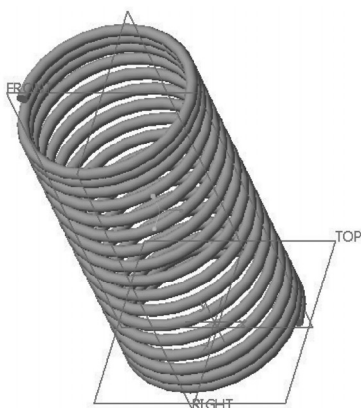

图 4-135 完成可变螺距的螺旋扫描特征(弹簧)
9) 在“螺旋扫描”选项卡中单击 (完成) 按钮，完成的具有可变螺距的螺旋扫描特征如图 4-135 所示(可按 $\langle \text{Ctrl}+\text{D} \rangle$ 快捷键以默认的标准方向视角来显示效果)。